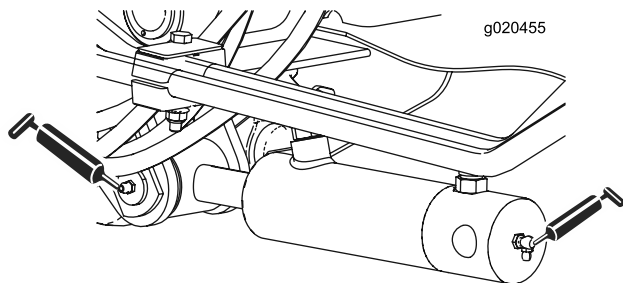

Figura 40
- Casquillos de los cilindros de los brazos de elevación (2 en cada lado) (Figura 40)